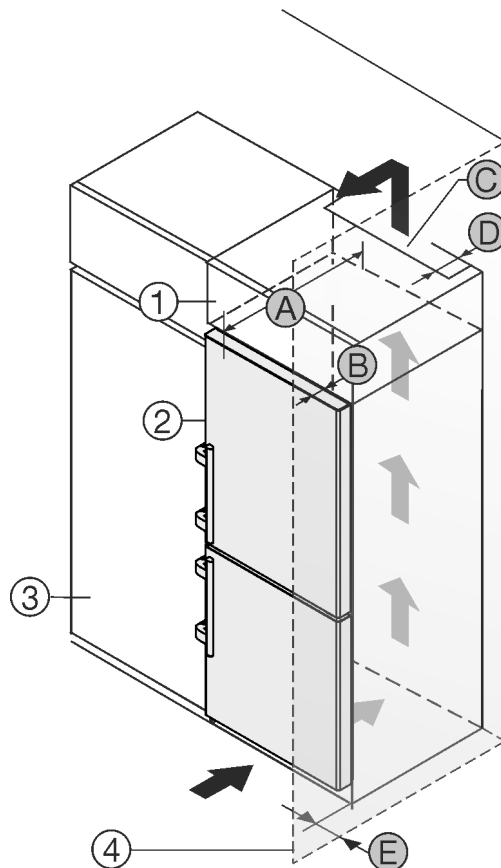

Fig. 2
Ви можете встановити пристрій безпосередньо поряд із кухонною шафою Fig. 2 (3)*.
Зі зворотного боку шафи для встановлення на пристрої слід передбачити вентиляційну шафу завглибшки Fig. 2 (D) на всю ширину цієї шафи.*
Слід дотримуватись вентиляційного отвору Fig. 2 (C) в стелі приміщення.*
Якщо пристрій із шарнірами встановлюється поряд зі стіною Fig. 2 (4), відстань між пристроєм та стіною повинна бути не менше 57 мм. Це відповідає необхідній відстані для ручки після відкривання дверцят.*
Щоб мати можливість повністю відкривати дверцята, потрібно, щоб пристрій виступав на відстань глибини дверцят Fig. 2 (B) відносно передньої панелі кухонної шафи. Залежно від глибини кухонних шаф Fig. 2 (3) та використання пристінних розпірок пристрій може ще більше виступати вперед.*